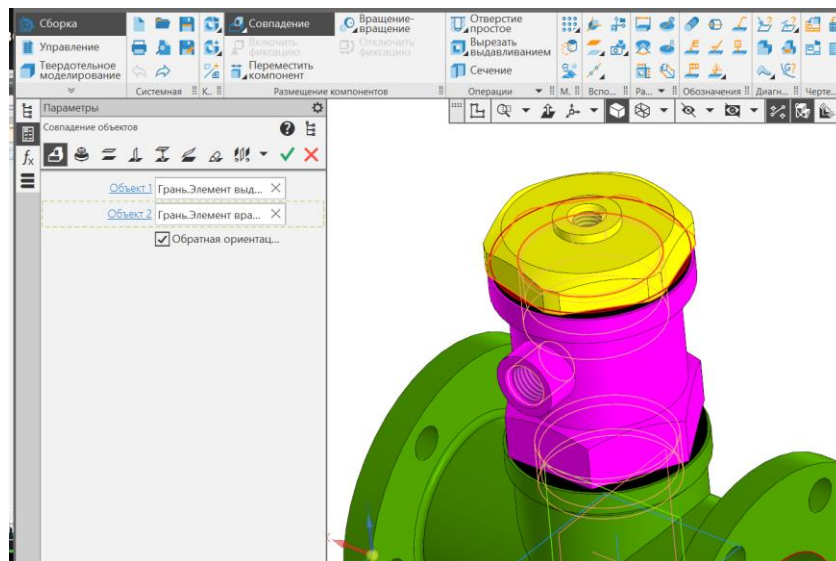

Рис. 21 Сопряжение «Совпадение»
- **Сборка – Размещение компонентов – Сопряжения – Совпадение** (рис.21): Объект 1 (Прокладка) – Грань. Элемент выдавливания: 1. Объект 2 (Крышка) – Грань. Элемент вращения: 1.